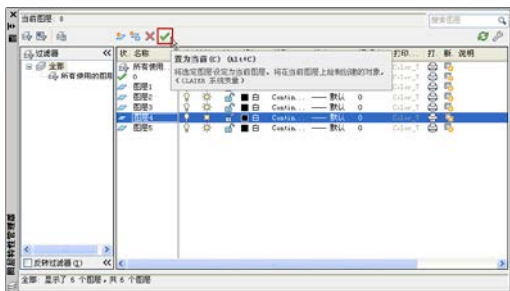

图 6-10 设置当前图层
- 在【图层特性管理器】对话框中选择目标图层，单击【置为当前】按钮，如图 6-10 所示。